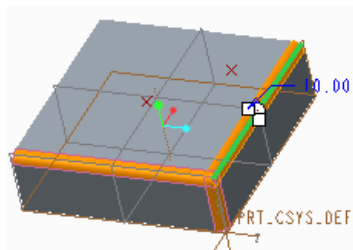

图 3-82 选择倒圆角棱边
- 01** 单击按钮，设置圆角半径，选择需要倒圆角的棱边，如图3-82所示。